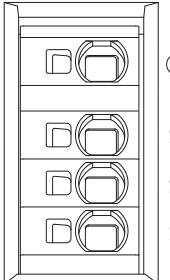

Fig. 31: Leistungsklemmen (Netzanschlussklemmen)
- Leistungsklemmen (Netzanschlussklemmen) (Fig. 31)